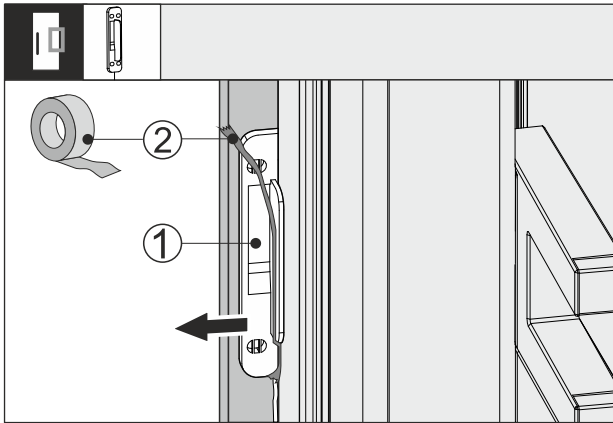

Fig. 64
- ▶ Irrota teippi Fig. 64 (2) koputusanturista Fig. 64 (1).